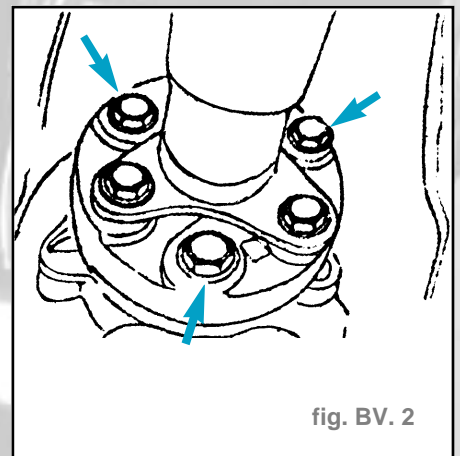

fig. BV. 2
- Débrider l'arbre de transmission de la boîte de vitesses et l'attacher sur le côté (fig. BV. 2).